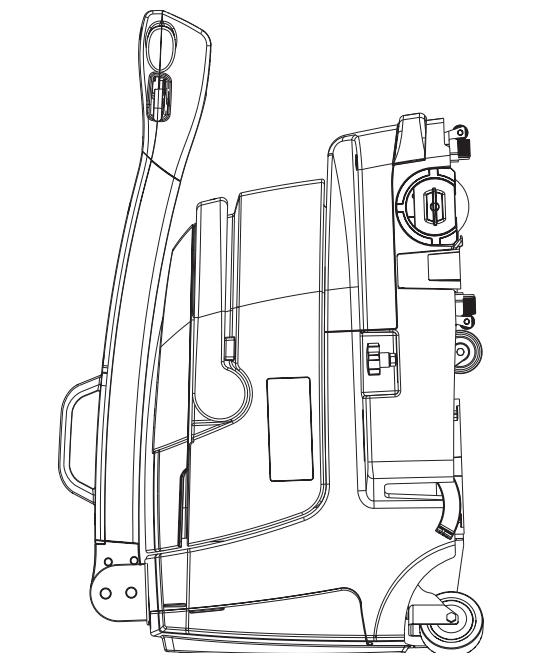

Figura 7
1. Parar y apagar la máquina, luego levantar el grupo cepillo/boquillas con el pedal (10).
2. Vaciar los depósitos (13).
3. Aparcar la máquina como indicado en la figura 7, para bajar el manillar (1) apretar la palanca (8).